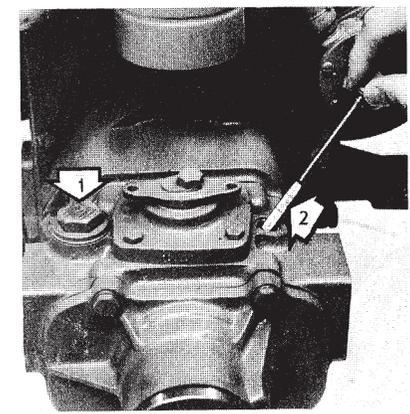

Fig. 15. Contrôle du niveau d'huile de l'inverseur
**L'inverseur MS a un compartiment d'huile séparé. Contrôlez le niveau d'huile tous les jours avant le premier démarrage** en vous servant de la jauge située sur le côté tribord de l'inverseur. Le niveau d'huile doit se trouver à l'intérieur de la zone de mesurage de la jauge, laquelle n'a pas besoin d'être vissée en bas pour le contrôle. Si nécessaire, faites l'appoint d'huile nouvelle (voir figure 15). Concernant la qualité et la viscosité de l'huile, prière de vous référer au point 5.
**Vidangez l'huile de l'inverseur toutes les 50 heures de marche** ou au moins une fois par saison. L'huile peut être soit vidée par l'orifice de vidange de l'inverseur, soit aspirée avec une pompe de vidange introduite dans l'orifice de montage de la jauge d'huile. Pour le remplissage, mettez de l'huile dans l'inverseur jusqu'au repère supérieur de la jauge, voir figure 15.